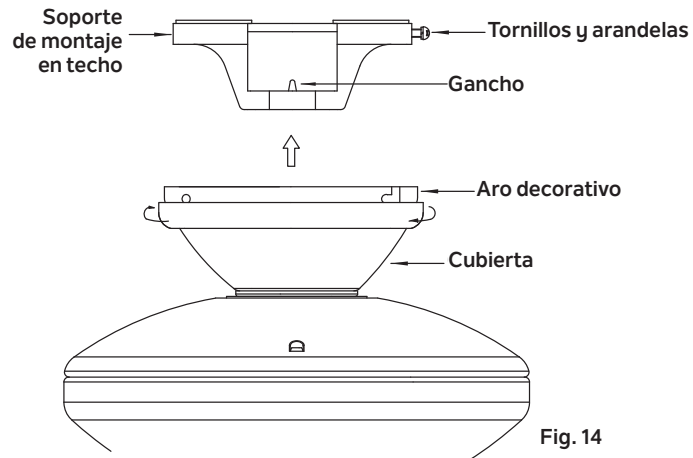

Fig. 14
**Paso 3.** Asegúrate de que los tornillos de montaje están apretados. (Fig. 14)